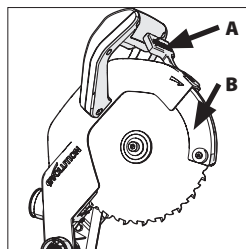
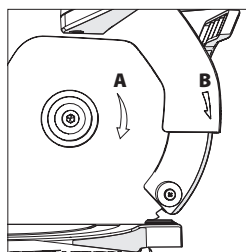

Fig. 28
Fig. 29
(**Fig. 28**). Instale la nueva hoja de sierra sobre la brida interior asegurándose de que esté bien asentada en el reborde de la brida y a continuación suelte lentamente la protección inferior de la hoja de sierra hasta su posición cerrada original. Asegúrese de que la flecha de rotación de la hoja de sierra (A) coincide con la flecha de rotación en sentido horario situada en la protección superior (B) (**Fig. 29**).